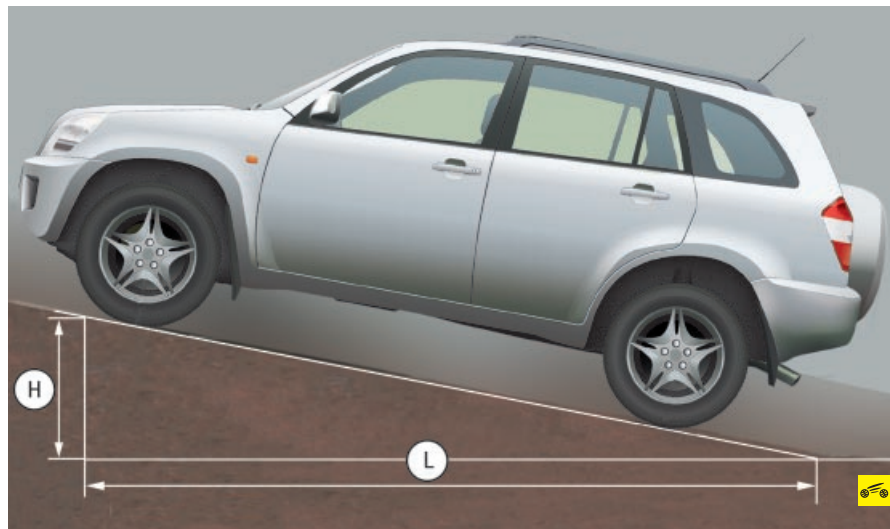

Рис. 4.5. Проверка стояночного тормоза
1. Для проверки правильности регулировки стояночного тормоза найдите вблизи места стоянки вашего автомобиля эстакаду или погрузочный пандус высотой $H = 1,25$ м при длине въезда $L = 5$ м (рис. 4.5). Такое соотношение соответствует уклону 25%.